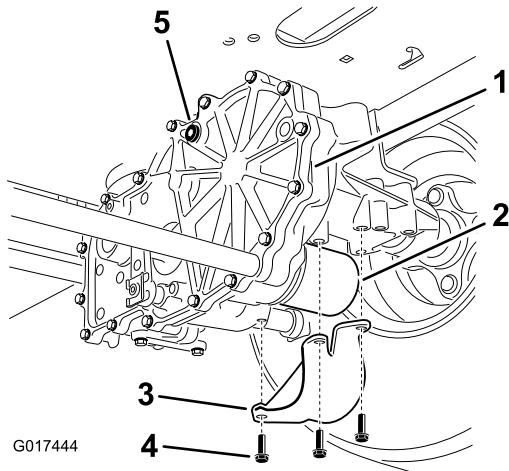

図 68
2. 各トランスアクスル駆動システムにあるフィルタとガードを探し出す図 68。フィルタガードとガードを固定しているねじ3本を外す。